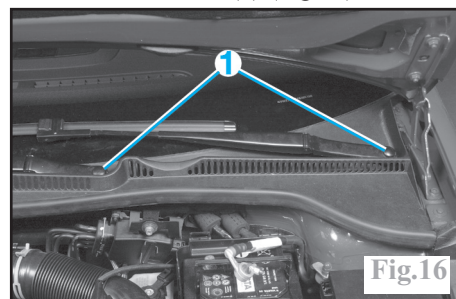

Fig.16
- Les caches écrous (1) (Fig.16).